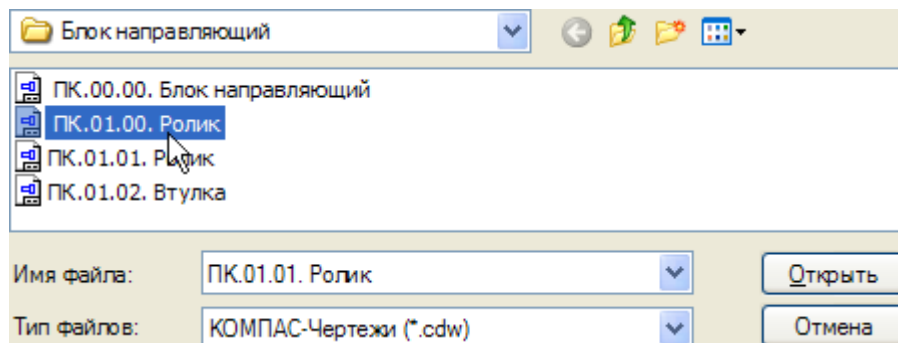

Рисунок 4.
- В диалоге открытия файлов укажите файл сборочного чертежа ПК.01.00. Ролик и нажмите кнопку Открыть (рис.4).